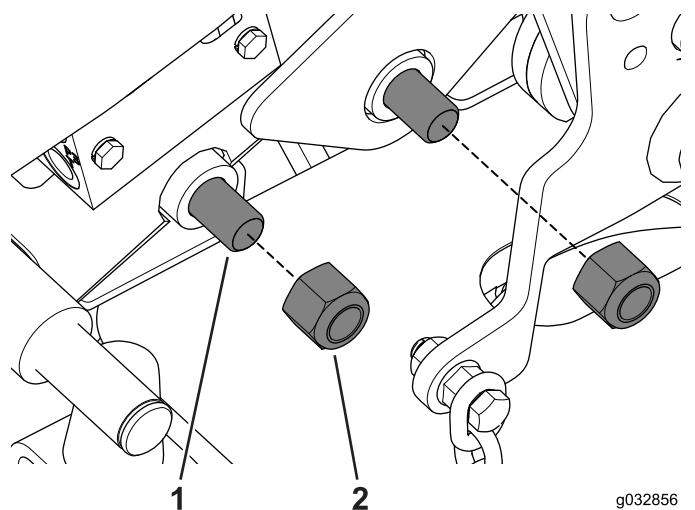

Figura 121
2. Alinhe os orifícios do parafuso para instalar sem apertar os parafusos e os espaçadores no lado esquerdo da máquina (Figura 121).